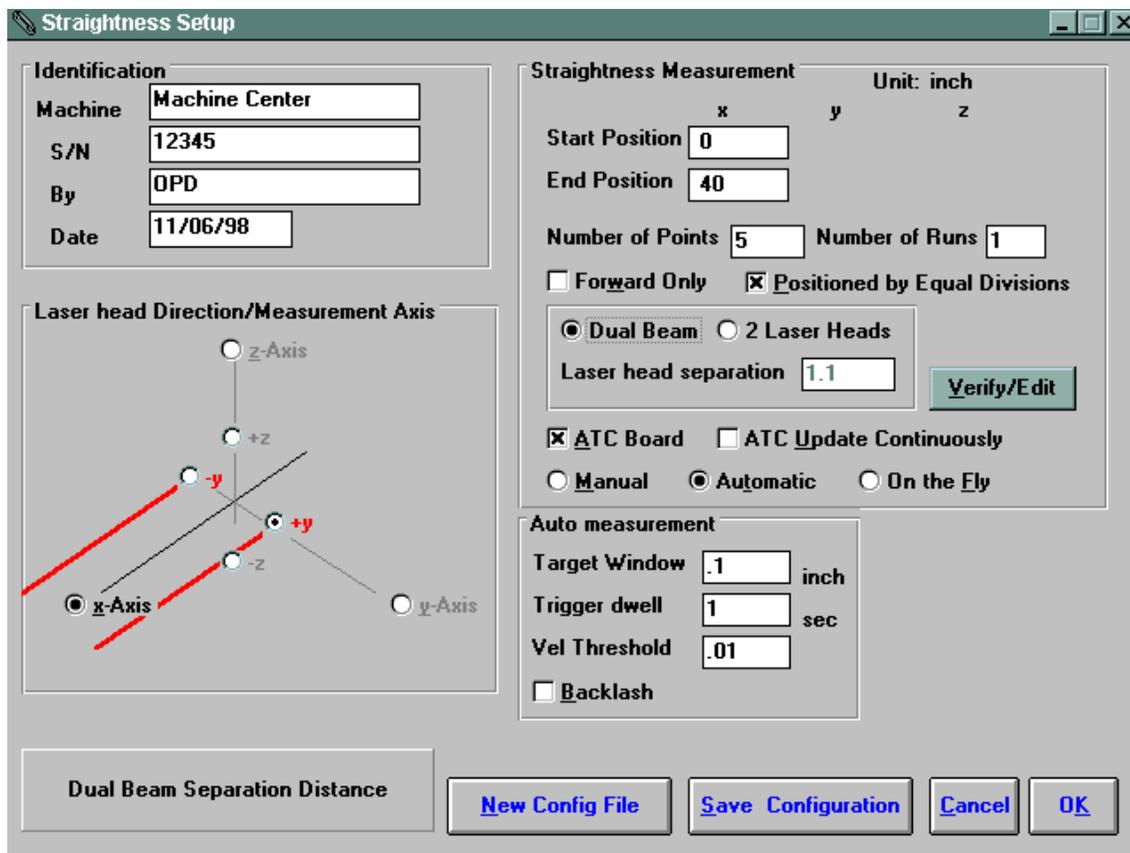

Fig. 5-2 Schermata Straightness Measurement Setup
schermata di Straightness Measurement Setup (Fig. 5-2)
- 1) Scegliere in quale direzione è diretto il raggio laser (asse **X**, **Y** o **Z**). In Fig. 5-2, è indicato l'asse **X**.